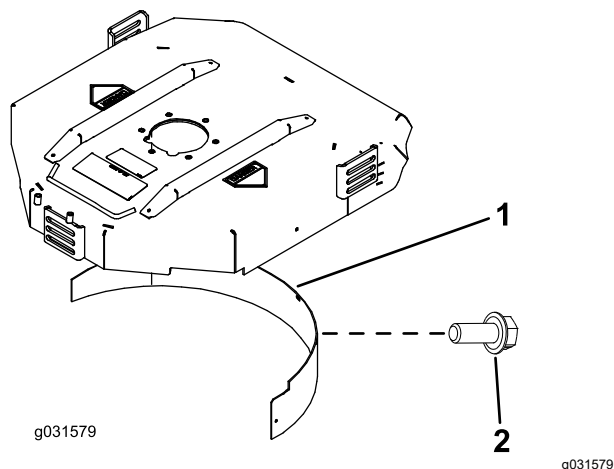

Figura 22
2. Montate il deflettore per mulching nell'apertura posteriore e fissatelo con 5 bulloni a testa flangiata (Figura 22).